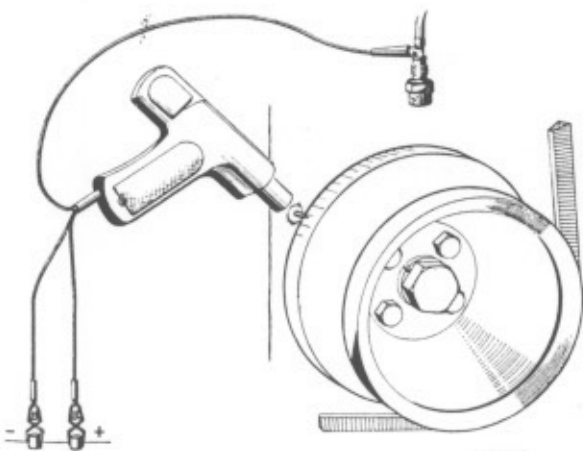

Bild 1-56. Kontroll av tändning under gång
2. Vrid motorn så att visaren framtill (bild 1-56) pekar mot inställningsvärdet. Montera fördelaren men drag ej fast den.
3. Koppla lampan med högspänningskabeln till ettans tändstift och till batterispänningen med de andra kablarna. Se bild 1-56.